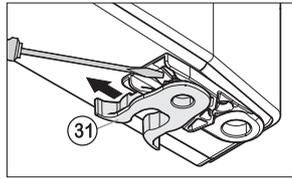

Рис. 5
- Переставьте пружинный зажим Рис. 5(31): надавите на выступ защелки и вытащите пружинный зажим.